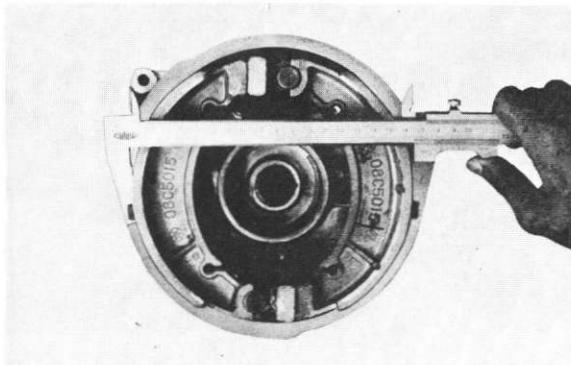

Fig. 5-1-14
Set the brake shoe, and measure the outer diameter of the shoe, with slide calipers as shown in Fig. 5-1-14.
Réglez le segment de frein, et mesurez son diamètre extérieur à l'aide d'un pied à coulisse, comme illustré à la Fig. 5-1-14.
3) Aussendurchmesser der Bremsbacken wie aus Abbildung 5-1-14 ersichtlich mit einer Schublehre messen.